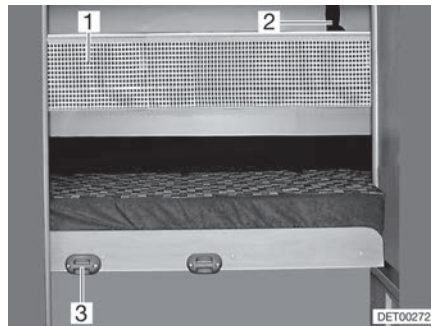

Bild 90 Sicherungsnetz
- Die Aufstiegsleiter mit den Holmen in die Halterung (Bild 90,3) an der Blende einhängen.
Das Sicherungsnetz (Bild 90,1) ist serienmäßig zwischen Matratze und Lattenrost verstaut. Das Sicherungsnetz erst aufspannen, wenn sich die Person bereits im Bett befindet.
- Die Haltebänder (Bild 90,2) in die Halterungen an der Decke einrasten.